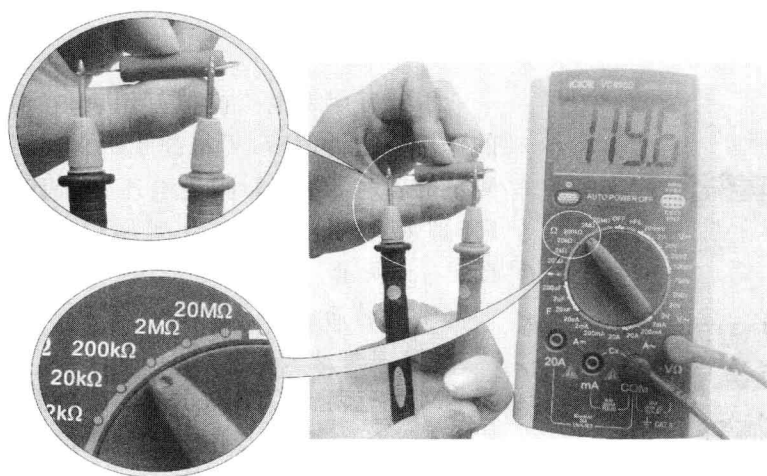

图 1-21 电阻的检测技巧
由于该电阻标称阻值为 200 k Ω ,故选择万用表欧姆挡上的 200 k Ω 挡。④ 测量。将黑、红表笔分别接在被测电阻两端(不分极性),此时显示屏上即可显示被测电阻的阻值。如挡位为 2 k,此时显示屏显示 119.6,测量方法如图 1-21 所示,表明被测电阻阻值为 119.6 k Ω 。注意:若显示屏显示“1”,表明断路(即电阻为无穷大);若显示屏显示“0.00”,表明短路(即电阻为 0)。
(2) 直流电压的检测技巧
① 测前准备。将红表笔插入“V Ω ”插孔,黑表笔接入“COM”插孔。② 估值。估计被测电路电压的最大值,以便选择合适的量程。③ 选择量程。选取比估计电压高且接近的量程,测量结果才准确。选择量程时,应遵守以下原则: